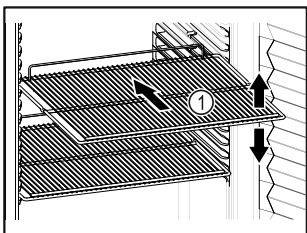

Fig. 55
- Indien de legroosters Fig. 55 (1) verplaatsbaar zijn, deze aan de hoogte aanpassen.